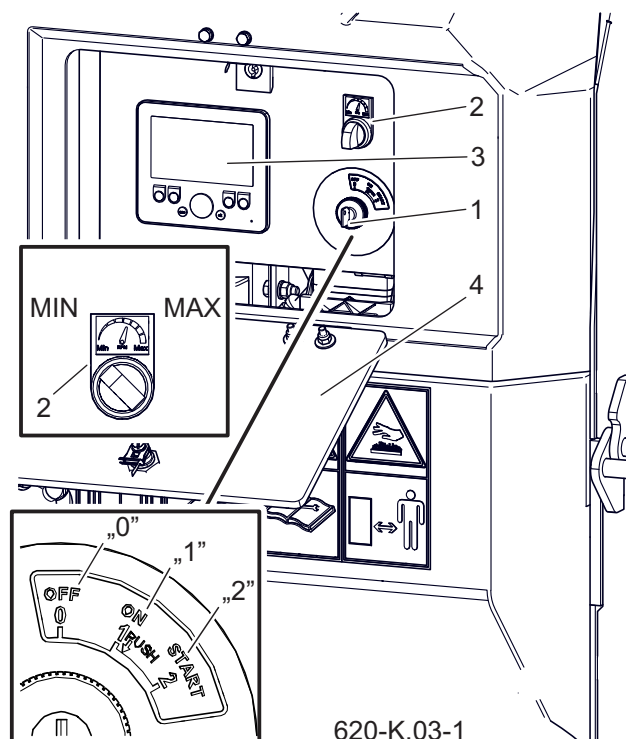

Рисунок 7.3 Запуск двигателя
- Открыть корпус (4) панели управления (3). Вставить ключ (1) в замок зажигания - рисунок 7.3.
- Повернуть ключ (1) в положение